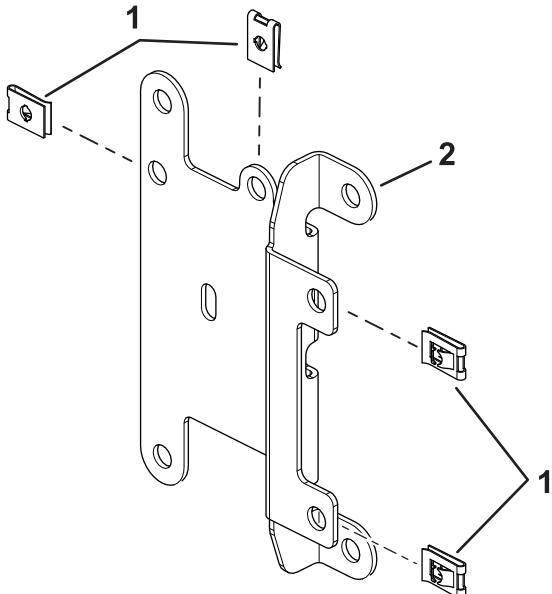

Figure 2
2. Installez les clips-écrous rapides sur la plaque de montage de fusible (Figure 2).